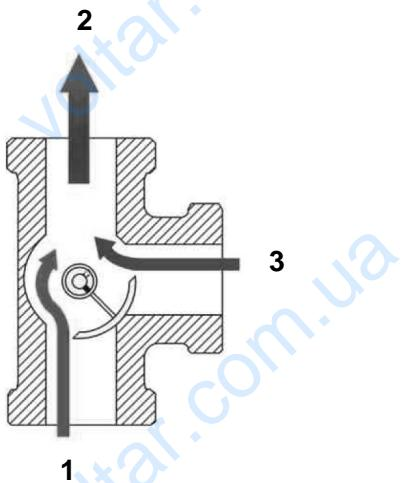

Рис. 5. Триходовий змішувальний клапан
Рис. 5а. Зразок монтажу змішувального клапана в системі з кількісною регуляцією (забезпечення захисту котла від „холодного” повернення теплоносія)
Рис. 5б. Зразок монтажу змішувального клапана в системі з якісною регуляцією (не забезпечує захисту котла від „холодного” повернення теплоносія)
Триходовий змішувальний клапан, встановлений на шляху повернення в системі (рис. 5а), захищає котел від корозії завдяки підвищенню температури повернення теплоносія. Такий спосіб встановлення триходового клапану є умовою отримання гарантії на котел - п. 2.6 Гарантійних умов.
Встановлення лише одного триходового клапана (згідно з рис. 5б) не забезпечує захисту котла від „холодного” (нижче 55°C) повернення теплоносія, в результаті чого гарантія на котел не є дійсною (п. 2.6 Гарантійних умов).
**УВАГА! Без встановлення триходового змішувального клапану згідно з рис. 5а або чотириходового змішувального клапану котел втрачає гарантію.**